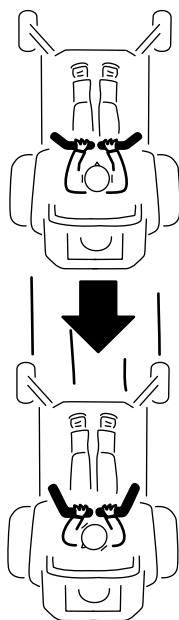

Figura 26
2. Para andar para trás, puxe as alavancas de controlo do movimento lentamente para trás (Figura 26).